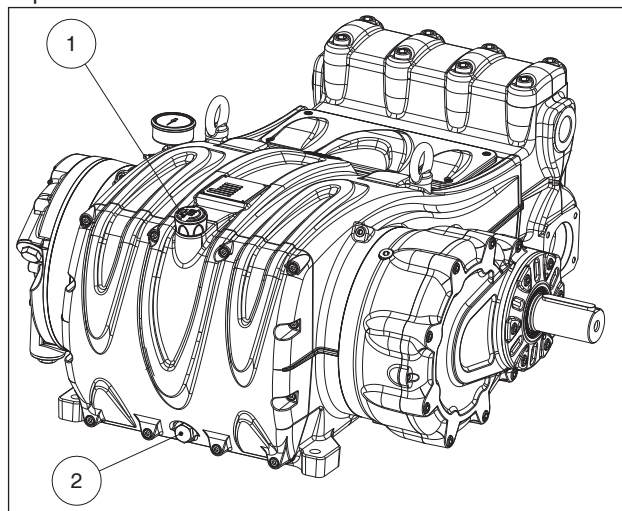

Fig. 3
Controllare il livello dell'olio tramite l'apposita asta livello olio dotata di tacche di minimo e massimo ①, Fig. 3 e se necessario rabboccare.
Il controllo corretto del livello dell'olio si esegue con la pompa a temperatura ambiente, il cambio dell'olio va eseguito con pompa a temperatura di lavoro rimuovendo il tappo pos. ②, Fig. 3.